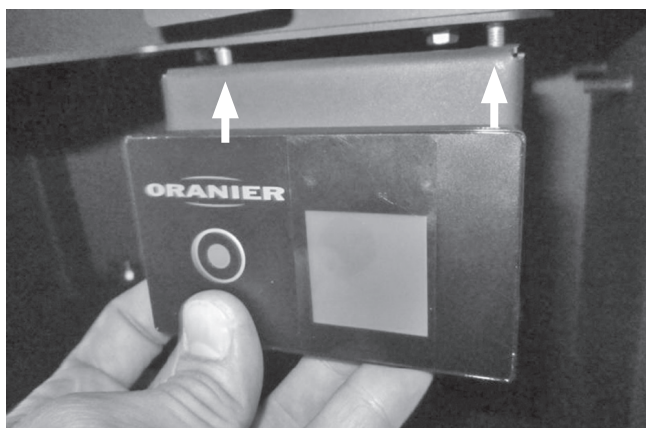
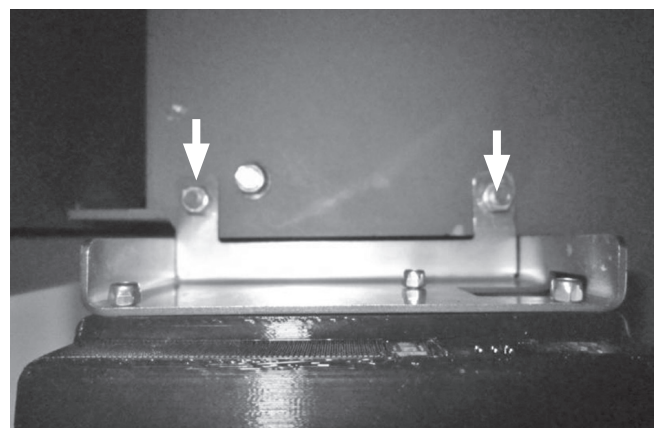

Abb. 10a
Abb. 10b
Einheit aus **Steuergerät ORANIER OrKa-Control (1)** und **Halteblech (2)** auf die Stehbolzen unterhalb der Luftkastenabdeckung des Ofens aufschieben (Abb. 10a) und mit **2 Muttern M5 (4)** mit **Unterlegscheiben (12)** festschrauben (Abb. 10b).